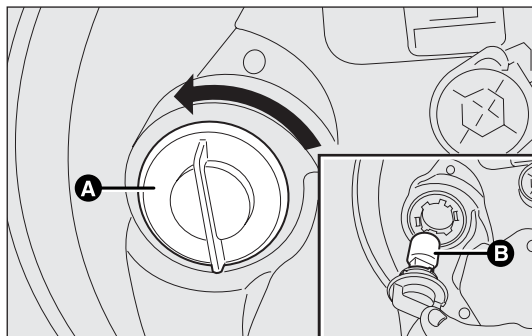

fig. 138
- tourner la douille A-fig. 138 dans le sens inverse aux aiguilles d'une montre et l'extraire ;